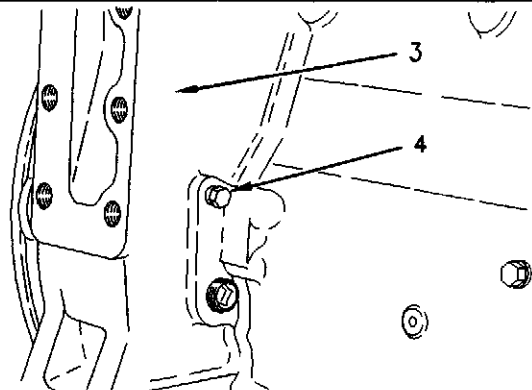

Ilustración 50
- La cara delantera derecha de la caja del volante (Ilustración 50)